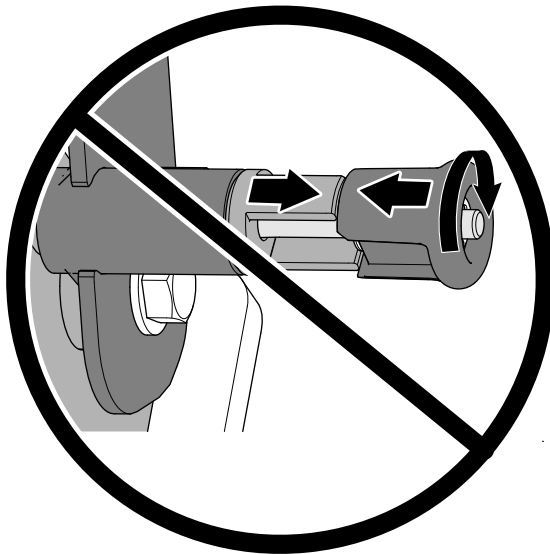

Figura 75
**Important:** Nu rotiți butonul astfel încât tiftul de blocare să nu se poată retrage (Figura 75).